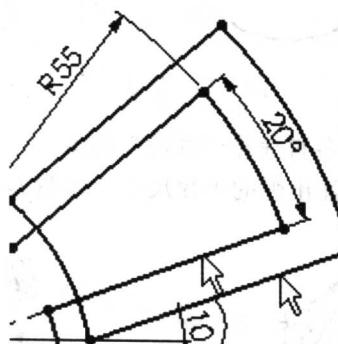

图 1-26 选择线段
- 6) 将图 1-26 中箭头所指的两条直线作“平行”约束。